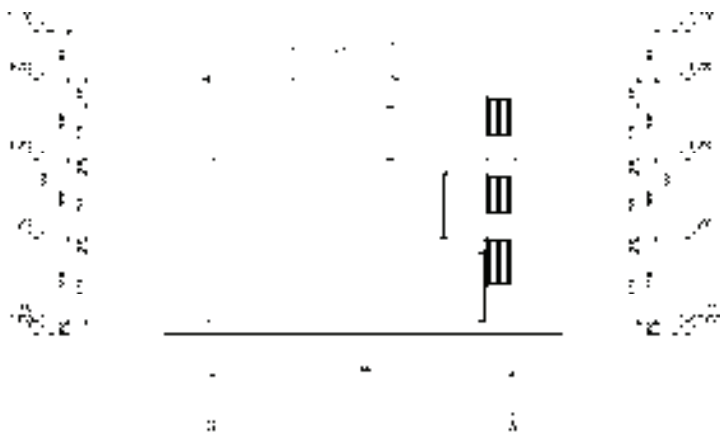

图 13-212 整理剖面图
1) 整理剖面图。调用“删除”命令, 删除剖面图上的多余图形, 结果如图 13-212 所示。